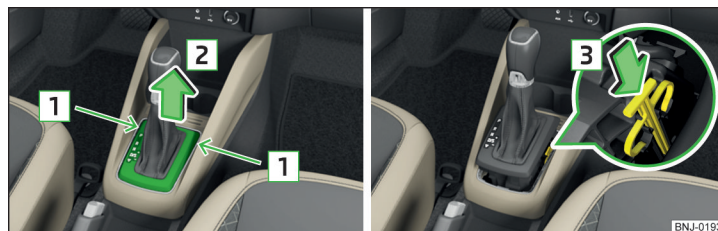

Abb. 196 Wählhebel-Notentriegelung
- Einen dünnen Schlitzschraubendreher oder ein ähnliches Werkzeug in den Spalt im Pfeilbereich **1** » Abb. 196 stecken und die Abdeckung in Pfeilrichtung **2** vorsichtig anheben.